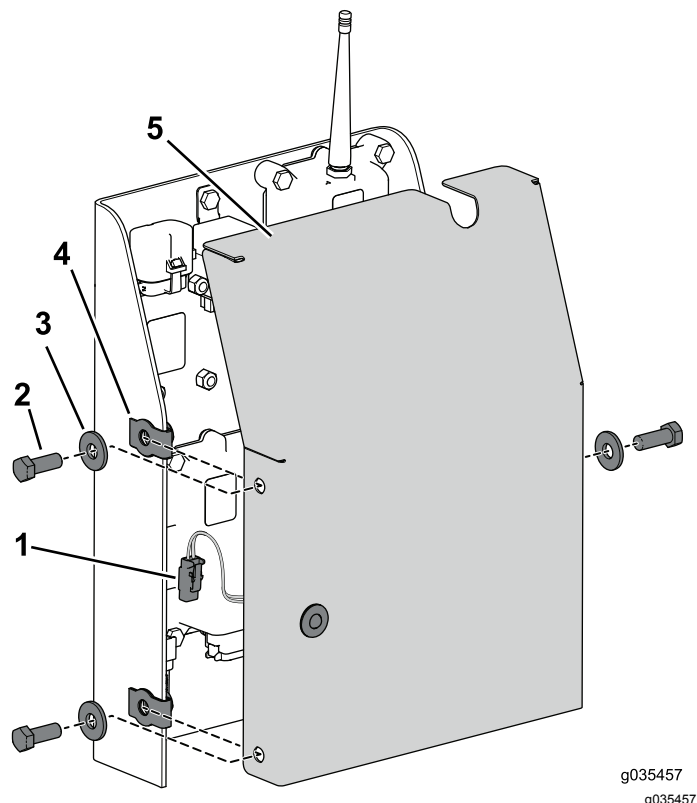

Figura 26
- Utilizzate il bullone (3/8 x 1 poll.) e il dado che avete rimosso in precedenza per fissare il coperchio al vano (Figura 26).
- Collegate la spia luminosa al cablaggio preassemblato (Figura 26).